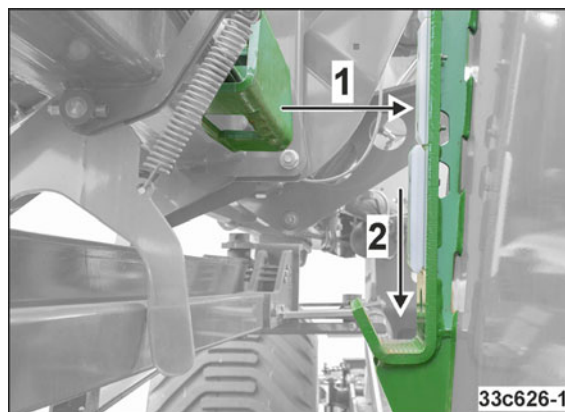

Fig. 232
- o brațele în consolă ale mașinii (Fig. 232/1) sunt adiacente tălpii de alunecare (Fig. 232/2) a cârligului de blocare.